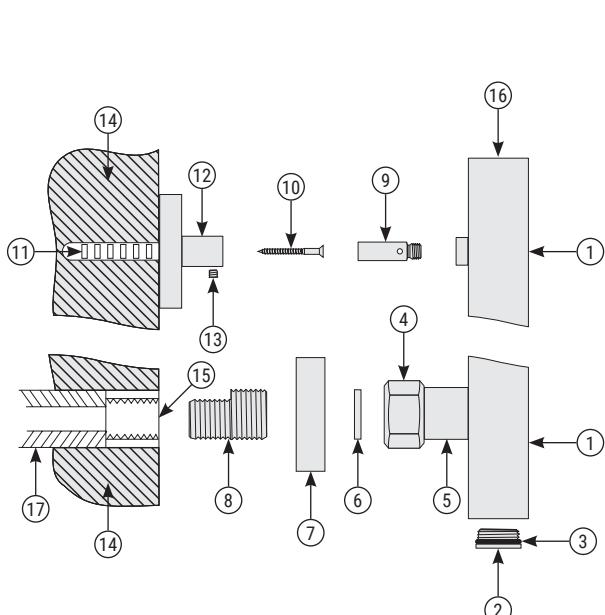

Рис.1
- 5.1. Сборку и установку изделия производить согласно схеме (рис. 1).
- 5.8. Для герметизации резьбовых соединений производитель комплектует изделие прокладками собственно изготвления (см п. 3.5 и рис. 1 «3», «6»).